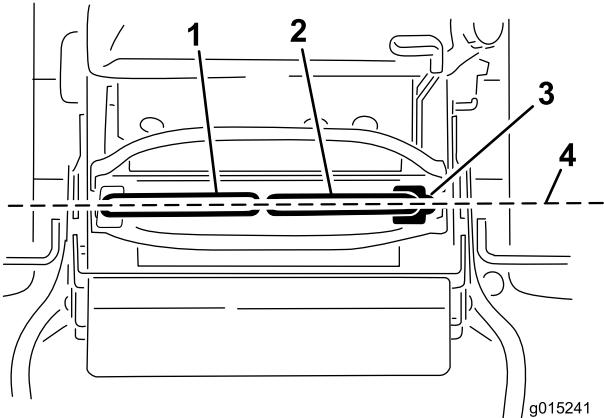

Bild 19
Wichtig: Stellen Sie sicher, dass die Spur des Rasenmähers nach dem Einstellen der Fahrantriebshebel richtig ist. Stellen Sie die Spur ein und nivellieren Sie gleichzeitig die Fahrantriebshebel in der Längsrichtung (Bild 19).
1. Prüfen Sie nach dem Einstellen der horizontalen Ausrichtung die Ausrichtung in Längsrichtung (Bild 19).